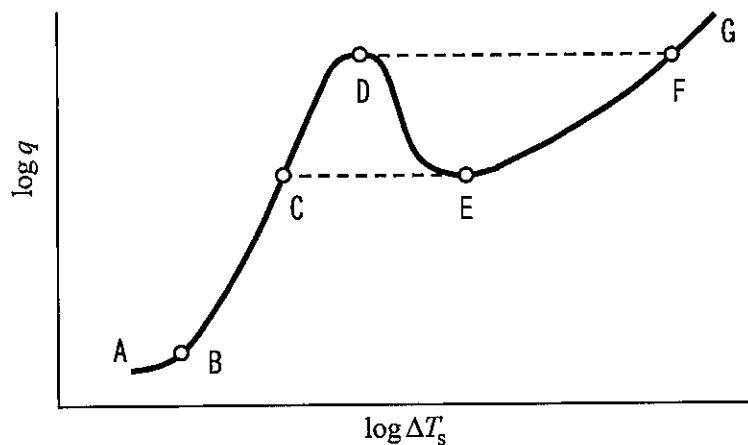

図3 沸騰曲線
2) 液体と接した伝熱面を液体の飽和温度以上に加熱した際の過熱度 ΔT_s と熱流束 q の関係を表す図3のような曲線を沸騰曲線と呼ぶ。
図3において、A点から伝熱面を加熱して過熱度を増加させて行くと、B点で沸騰が始まる。さらに過熱度を増加させると熱流束が急激に増大し、C点を経てD点に至る。ここで、B点からD点までの領域を 沸騰領域と呼ぶ。さらに伝熱面を加熱していくと、過熱度が急激に上昇し突然F点に移行する。したがって、D点以上の過熱度では、場合によっては伝熱面が溶融する危険があることを示しており、D点のことを 点と呼ぶ。F点でも伝熱面の融点を超えない場合には、過熱度と熱流束の関係はA→B→C→D→F→Gのように変化していく。